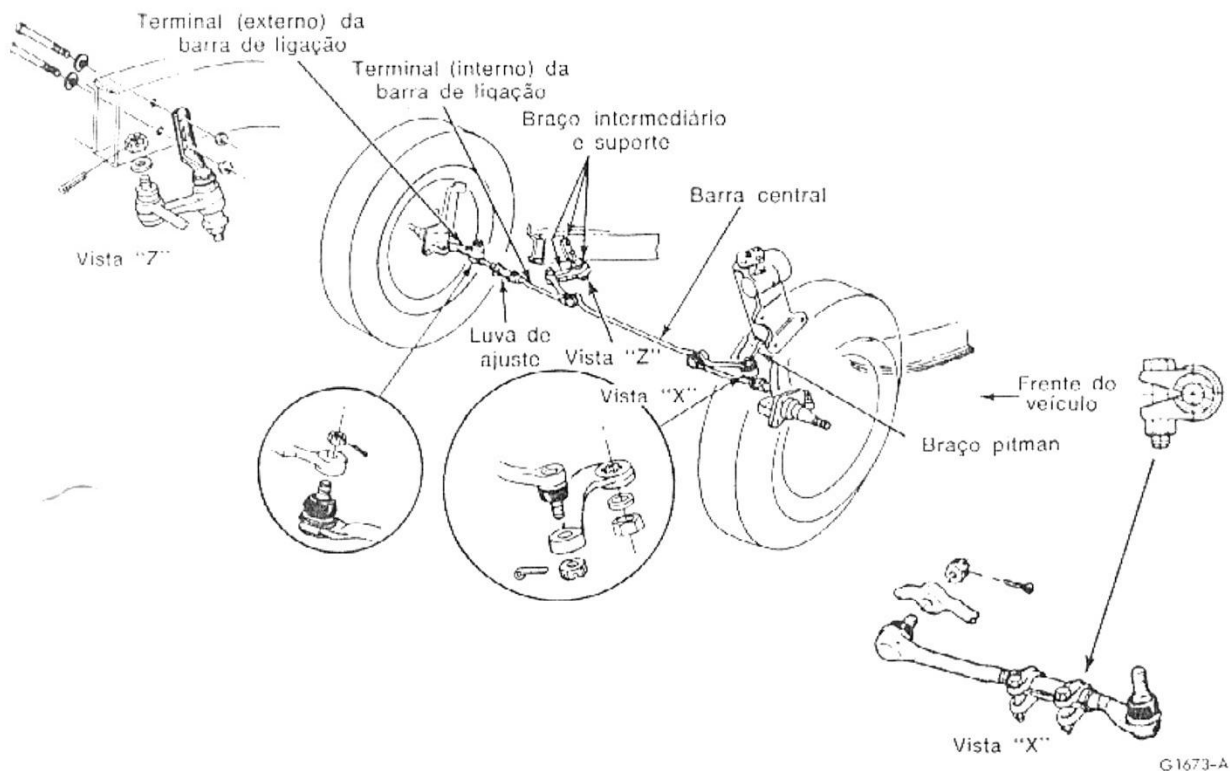

fig. 1 — articulações do sistema de direção
As articulações da direção dos veículos Maverick são constituídas por um braço Pitman, uma barra central, um braço intermediário e suporte e 2 barras de ligação com respectivas luvas e terminais (fig. 1).
2. Remover os contra-pinos e porcas que prendem os extremos internos da barra de ligação na barra central (fig. 1).